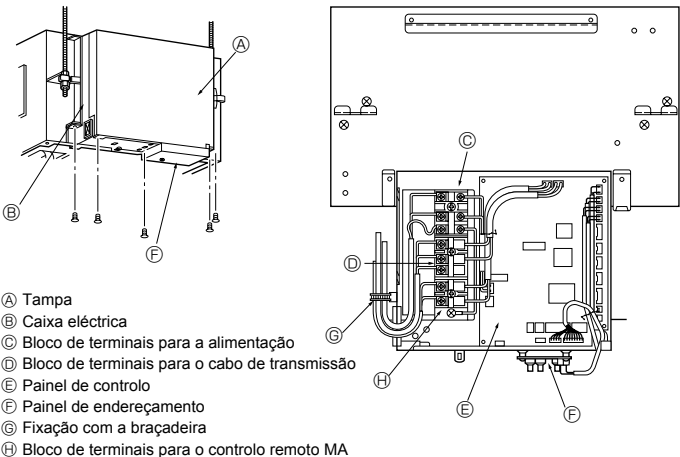

Fig. 4-1
4.1. Cablagem eléctrica (Fig. 4-1)